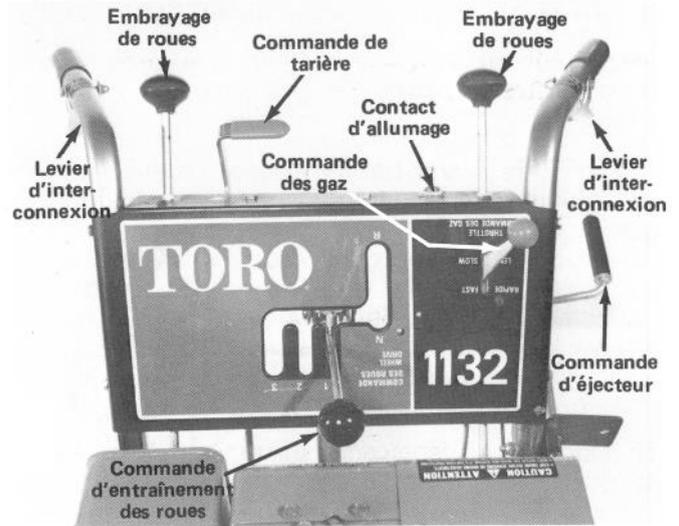

Figure 22
Commande de tarière (Fig. 22) — Cette commande a deux positions: EMBRAYÉE (Engage) et DÉBRAYÉE (Disengage). Pour embrayer la tarière et le ventilateur ou souffleuse, poussez le levier de commande vers l'avant jusqu'à sa butée. Il dépassera alors le centre du tableau. Pour débrayer la tarière et le ventilateur, ramenez le levier de commande en arrière.
Leviers d'interconnexion de sécurité (Fig. 22) — Il faut comprimer un levier d'interconnexion de sécurité contre une poignée du mancheron quand la commande de tarière est embrayée. Le moteur s'arrête automatiquement dès qu'on relâche les deux leviers pendant que la tarière est en prise. Il s'agit d'un dispositif de sécurité destiné à rappeler au conducteur de débrayer la tarière avant de quitter sa position de sécurité derrière les mancherons.
Embrayages de roues (Fig. 22) — Tirez les deux embrayages de roues pour avancer à roues libres. Au contraire, poussez-les en prise pour obtenir l'entraînement direct des deux roues. Quand on embraye une roue et qu'on débraye l'autre, l'entraînement direct s'applique à la roue embrayée, et l'autre roule librement.
Commande d'entraînement des roues (Fig. 22) — Cette commande a cinq positions: N (point mort ou neutre); R (marche arrière): 1, 2 et 3 (trois vitesses avant). Pour changer de vitesse, placez le levier à la position désirée. Il faut tenir le levier de commande en position R (Marche arrière) pour reculer. Dès qu'on la relâche, la commande retombe automatiquement au point mort. Vous pourrez utiliser les vitesses 1, 2 et 3 selon les conditions d'enneigement. Continuez de comprimer le levier d'interconnexion en changeant de vitesse.
Commande des gaz (Fig. 22) — La commande variable des gaz a deux positions extrêmes: RAPIDE (Fast) et LENTE (Slow). Plus vous
Commande de l'éjecteur (Fig. 22) — Tournez la manivelle de commande de l'éjecteur vers la droite pour orienter l'éjecteur vers la gauche, et tournez la manivelle vers la gauche pour orienter l'éjecteur vers la droite.
1. Placez la commande de tarière en position DÉBRAYÉE (Fig. 22).
2. Mettez la commande des roues au point mort (N) et mettez la manette de commande des gaz en position rapide (FAST) — (Fig. 22).
5. Tournez la clé d'allumage en position de marche (ON) — (Fig. 22).
2. Pour arrêter le moteur normalement, placez la commande des roues à N (point mort) et la commande de tarière à DISENGAGE (débrayée) — (Fig. 22). Ramenez la manette des gaz en position lente (SLOW) et tournez la clé d'allumage en position OFF.